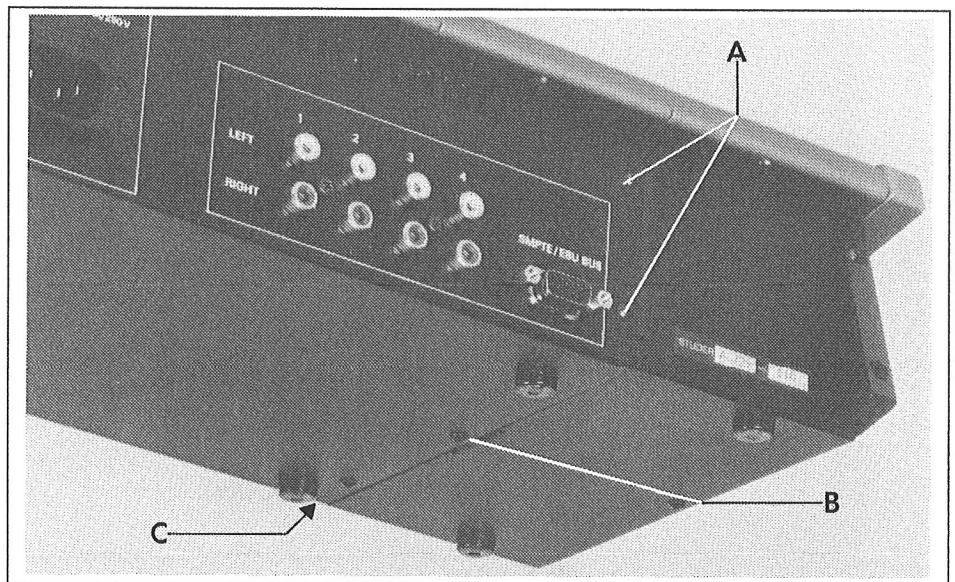

Fig. 3
- Die beiden Schrauben (A) sowie eine Schraube (B) und (C) lösen (Abb. 3).